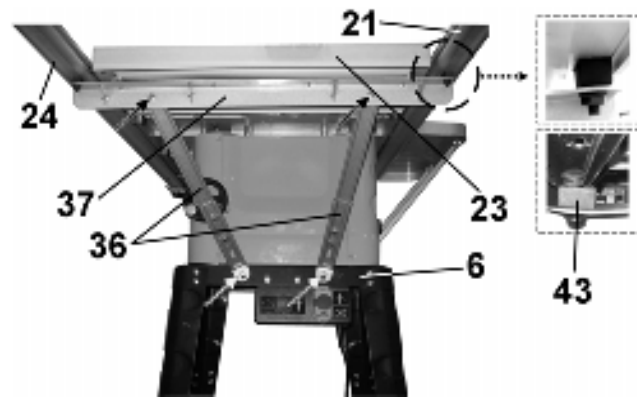

Рис. 12
8.4.3. На рабочем столе (20) установите и закрепите переднюю и заднюю направляющие (21 и 24) с помощью болта (39) вставки (38) и гайки (40), Рис.12;13.
Направляющие (21 и 24) скрепите планкой (37) через прямоугольные вставки (43) с правой стороны рабочего стола (20), Рис.12.